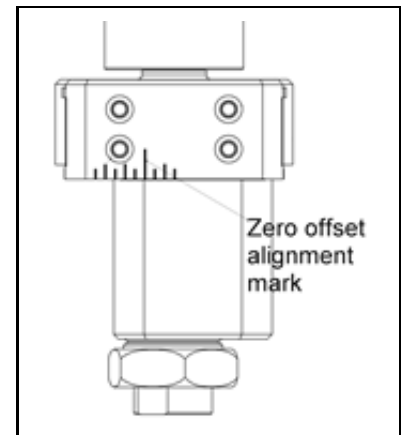

FIGURE 3-4. MARQUAGE D'ALIGNEMENT DE DÉCALAGE NUL
1. Mettez l'ensemble de tête décalée à zéro en alignant la grande marque de graduation sur la plaque latérale avec le bord du côté décalé (voir la Figure 3-4).